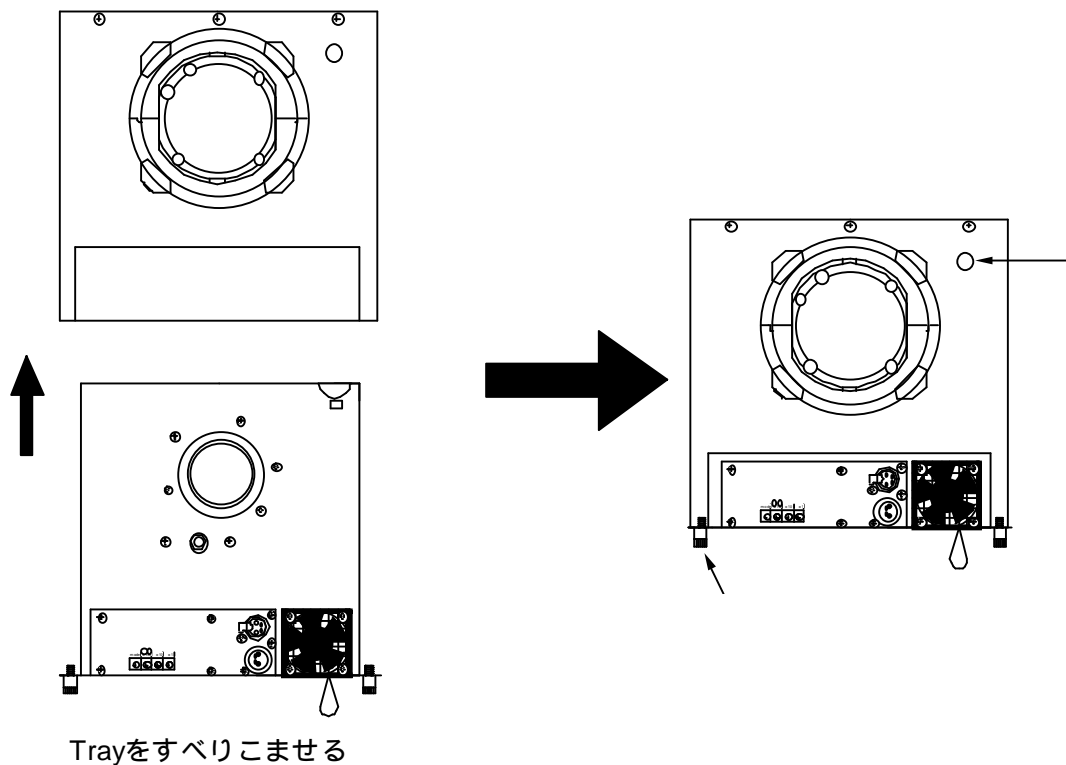

図3
- ・ SX4 CASEの下側からTrayを滑り込ませると裏側の右上にあるセーフティーキャッチにより固定され、Trayの下側に付いている止めねじでさらに固定することができます。取り外すときは止めねじをゆるめ、ストッパーを引いてTrayを取りはずすことができます。(図3参照)